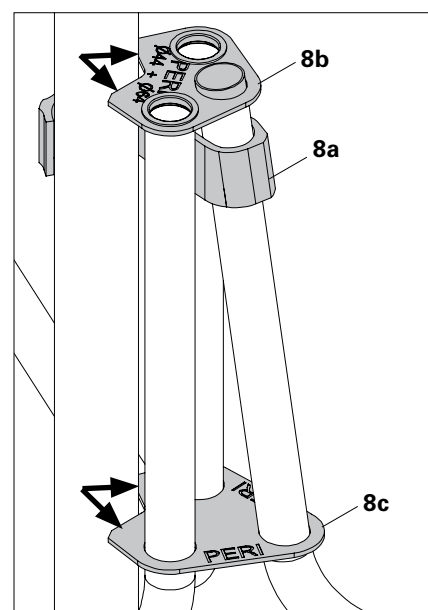

Fig. A1.03a
3. Accertarsi che il puntello sia a contatto con la piastra d'attacco superiore e inferiore (8b e 8c). (Fig. A1.03a)